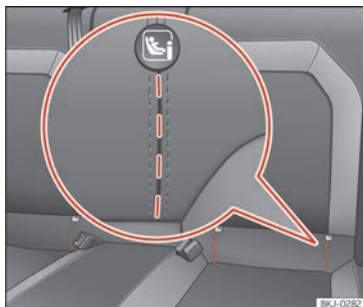

Abb. 35 Rücksitz: eingetragte Schlitz für Zugriff auf die ISOFIX/i-Size-Halteösen.
Der Einbauort der ISOFIX/i-Size-Befestigungspunkte ist durch ein Symbol »» (Abb. 35) gekennzeichnet. Bei einigen Fahrzeugen sind die Halteösen am Sitzgerüst, bei anderen am Boden hinten befestigt.
- Öffnen Sie vorab per Hand den eingetragten Bereich hinter den markierten Schlitz, um an die Halteösen zu gelangen »» (Abb. 35).